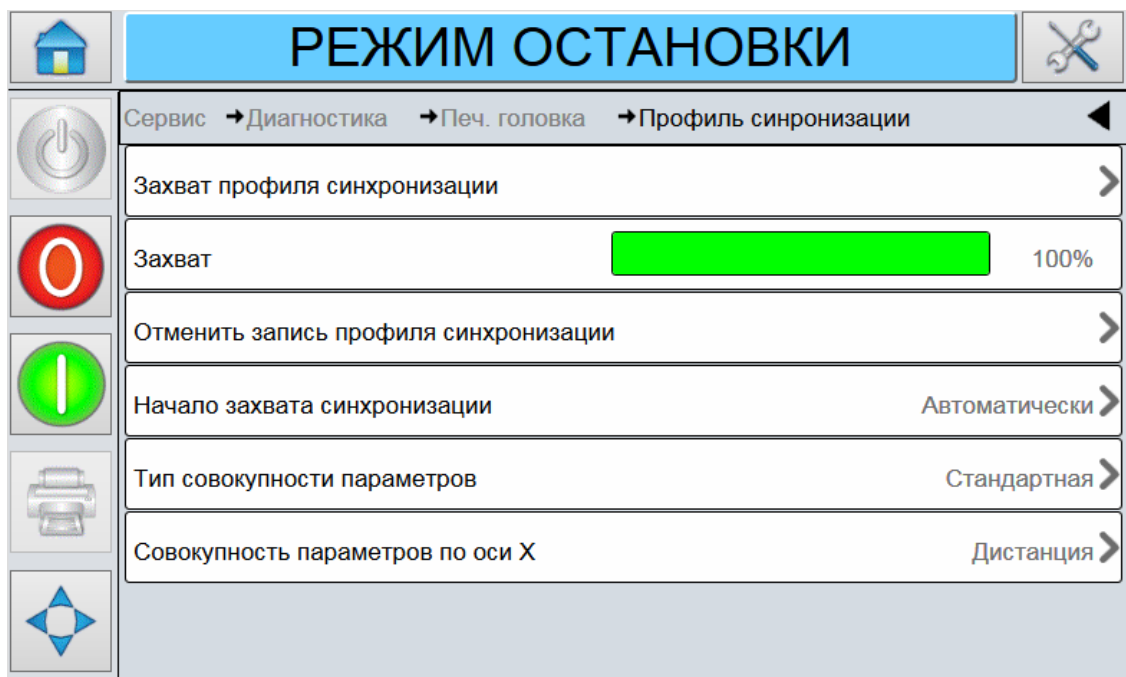

Рис. 5-18: Экран Capturing Encoder Profiles (Захват профиля энкодера)
4. Нажмите , и появится экран Capturing Encoder Profile (Захват профиля энкодера) (Рис. 5-18).